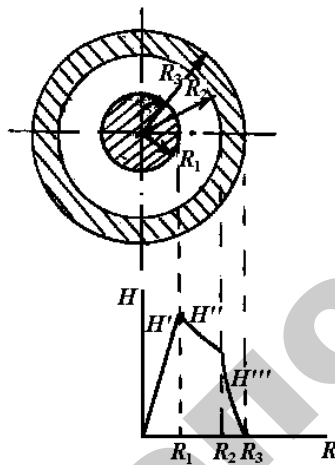

Рис. 9.1
9.3.1. Рассчитать магнитное поле в медной жиле, оболочке коаксиального кабеля и между ними, если в жиле и оболочке кабеля ток постоянный и равен 10А, радиусы  $R_1 = 3$  мм,  $R_2 = 9$  мм,  $R_3 = 10$  мм. Построить график зависимости напряженности магнитного поля от радиуса (рис. 9.1).
9.3.2. Определить индуктивность коаксиального медного кабеля с радиусом жилы  $R_1 = 3$  мм и радиусом оболочки  $R_2 = 9$  мм и  $R_3 = 10$  мм (рис. 9.1).